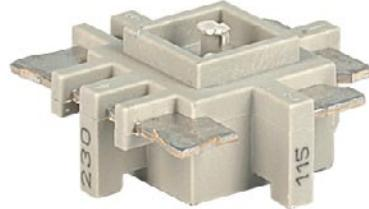

Figura 6. Unità del selettore di tensione
3. Rimuovere il portafusibili (1) dal connettore di ingresso dell'alimentazione.
4. Rimuovere l'unità di selezione della tensione utilizzando le pinze lunghe (consultare Figura 6 a pagina 43).